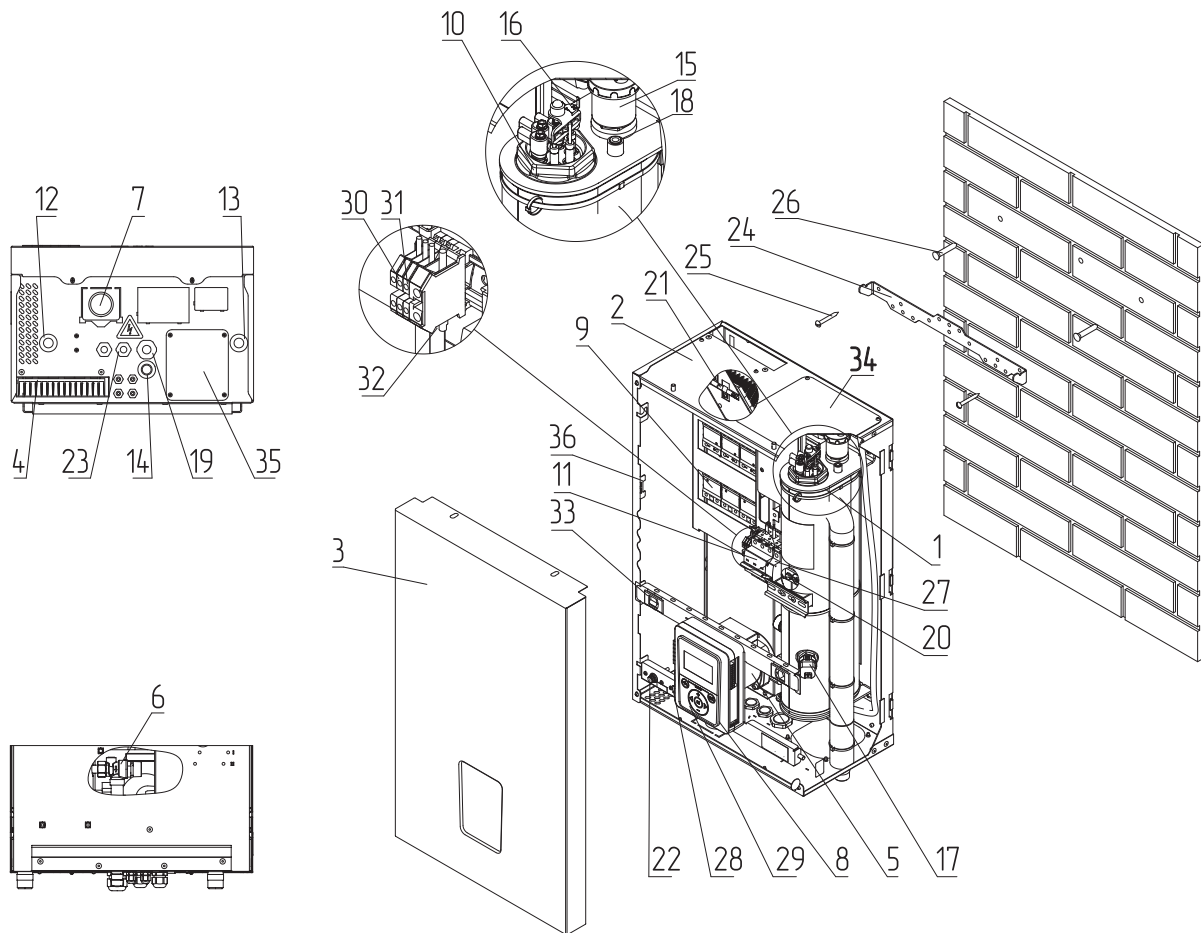
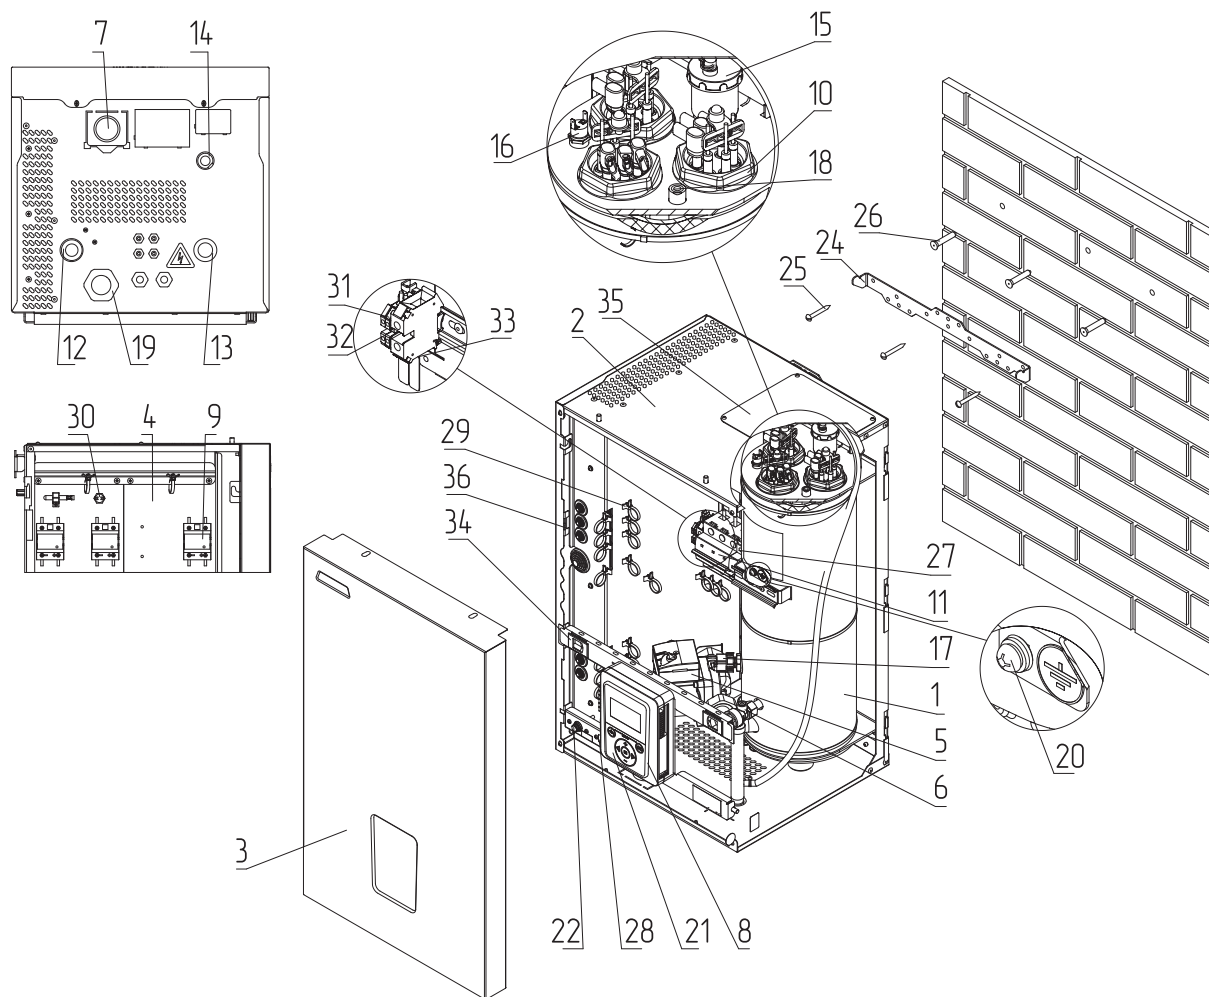

Рис. 3 Устройство котла ZOTA MK-X Plus 6-24 кВт
Рис. 4 Устройство котла ZOTA МК-X Plus 30-42 кВт
Закрепите настенный кронштейн на вертикальной поверхности в необходимом месте с помощью шурупов, входящих в комплект, и установите на него котел, как показано на **Рис. 3, Рис. 4**;
- Извлечь перемычки (Рис. 3, Рис. 4, поз. 32);
- Подключить провода фазы «L» к колодке (Рис. 3, Рис. 4, поз. 30);
- Подключить провода нейтрали «N» к колодке (Рис. 3, Рис. 4, поз. 31).
- Включить вводной автомат (Рис. 3, Рис. 4, поз. 11) вместе с расцепителем в верхнее положение;
- Перевести выключатель (Рис. 3, Рис. 4, поз. 28) в положение ВКЛ;